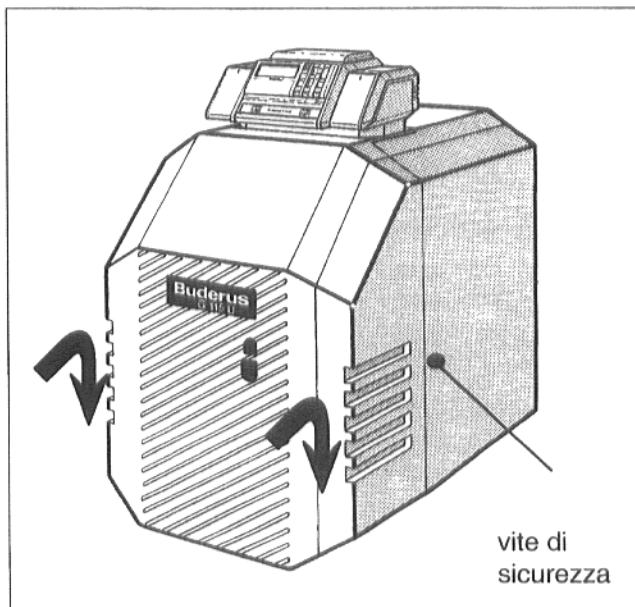

Fig. 41
- Riappare il pannello frontale od il coperchio del bruciatore ai pannelli laterali della cappottatura. Avvitare le due viti di sicurezza a sinistra e a destra del coperchio del bruciatore (Fig. 41).